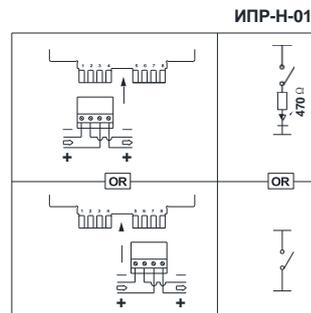

Рис. 2 – ИПР-Н-01 схема подключения
2. Выполните подключение к клеммам согласно Рис. 2